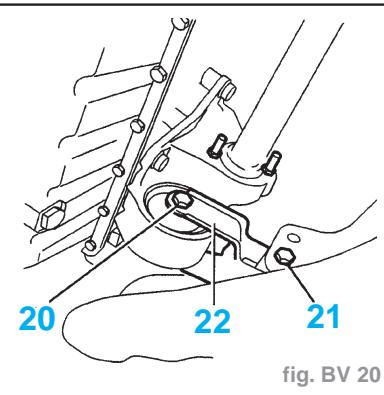
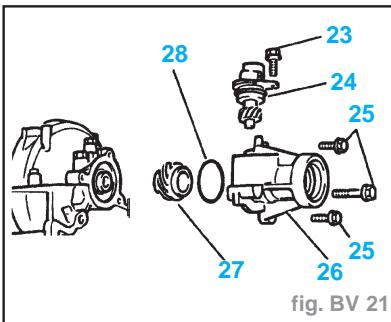

fig. BV 20
fig. BV 21
- Déposer (fig. BV. 20) :
- la vis (20)
- la vis (21)
- le limiteur de débattement (22)
- Déposer (fig. BV. 21) :
- Reposer (fig. BV. 21) :
- le joint torique (28)
- la vis tachymétrique (27)
- la prolonge de pont (26)
- les vis (25) (serrage à **1,5 daN.m**)
- le support et le pignon de prise tachymétrique (24)
- la vis (23)
- Reposer (fig. BV. 20) :
- la vis (21) (serrage à **3,5 daN.m**)
- la vis (20) (serrage à **5 daN.m**)